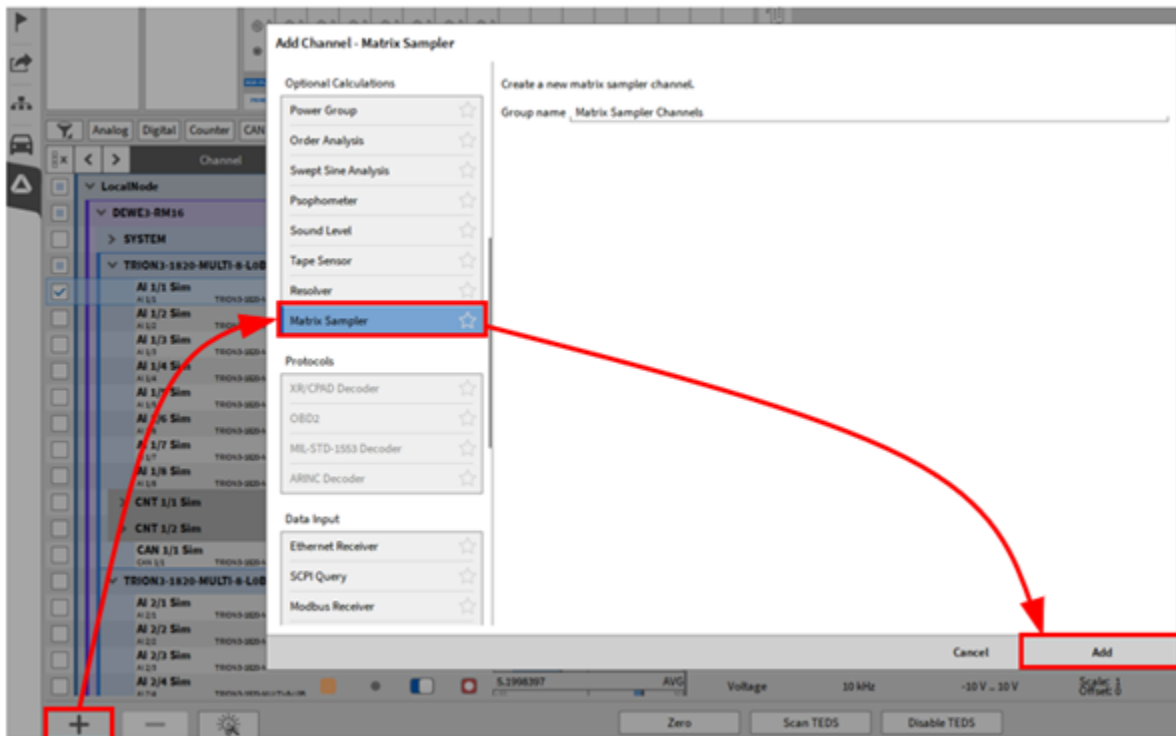

Abb. 7.142: Erstellung eines Matrix Sampler Kanals mit Kanälen aus der Kanalliste
1. Markieren Sie mind. einen Kanal aus der Kanalliste, welcher als Referenzkanal verwendet werden soll (X, Y und einen Eingangskanal) in dieser Reihenfolge (Kanäle können später auch geändert werden). Klicken Sie auf den + Button im unteren linken Eck, wählen Sie Matrix Sampler in der Liste und klicken Sie auf Hinzufügen (siehe Abb. 7.142).